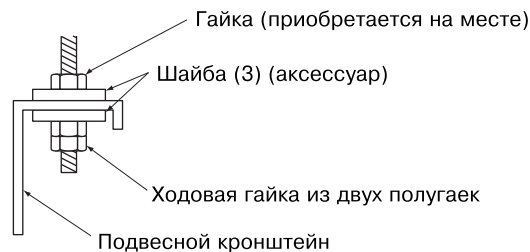

Рис. 9
- (1) Прикрепите крюки к рым-болтам. (См. рис. 9)